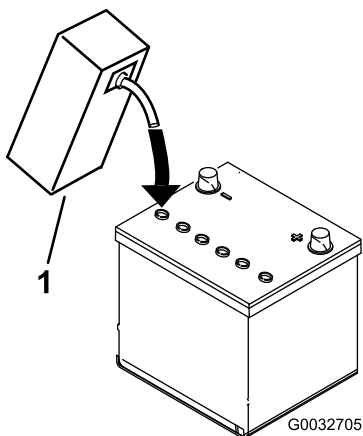

Рисунок 6
- Осторожно заливайте электролит в каждую ячейку до уровня над пластинами примерно 6 мм (Рисунок 6).
4. Подождите примерно 20–30 минут, пока электролит не впитается в пластины. При необходимости доливайте электролит до уровня, не доходящего примерно 6 мм до низа заливного отверстия (Рисунок 6).